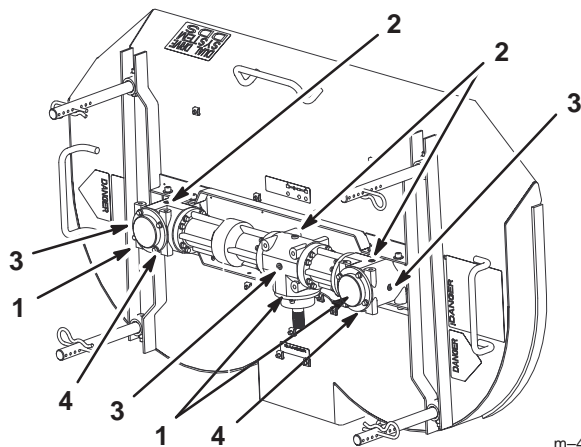

Bild 69
3. Entfernen Sie die Verschlusschraube an der Unterseite des Getriebes bei angehobenem Schneidwerk. Lassen Sie das Öl in ein Auffanggefäß ablaufen. (Bild 69).
4. Drehen Sie die Verschlusschraube wieder in das Getriebe ein. Verwenden Sie bei Bedarf ein Gewindedichtmittel (Bild 69).
5. Entfernen Sie den Stöpsel oben auf dem Getriebe, um dieses zu befüllen (Bild 69).
7. Drehen Sie den Stöpsel wieder in das Getriebe (Bild 69).
3. Entfernen Sie den seitlichen Stöpsel aus dem Getriebe. Der Ölstand muss das seitliche Loch im Getriebe erreichen (Bild 69).
4. Füllen Sie ggf. Öl in das obere Loch, bis es an den seitlichen Löchern am Getriebe ausläuft. Das Getriebe ist voll, wenn Öl aus dem seitlichen Loch herausströmt (Bild 69).
5. Drehen Sie die oberen und seitlichen Stöpsel wieder in das Getriebe ein und verwenden dabei ein Dichtmittel (Bild 69).